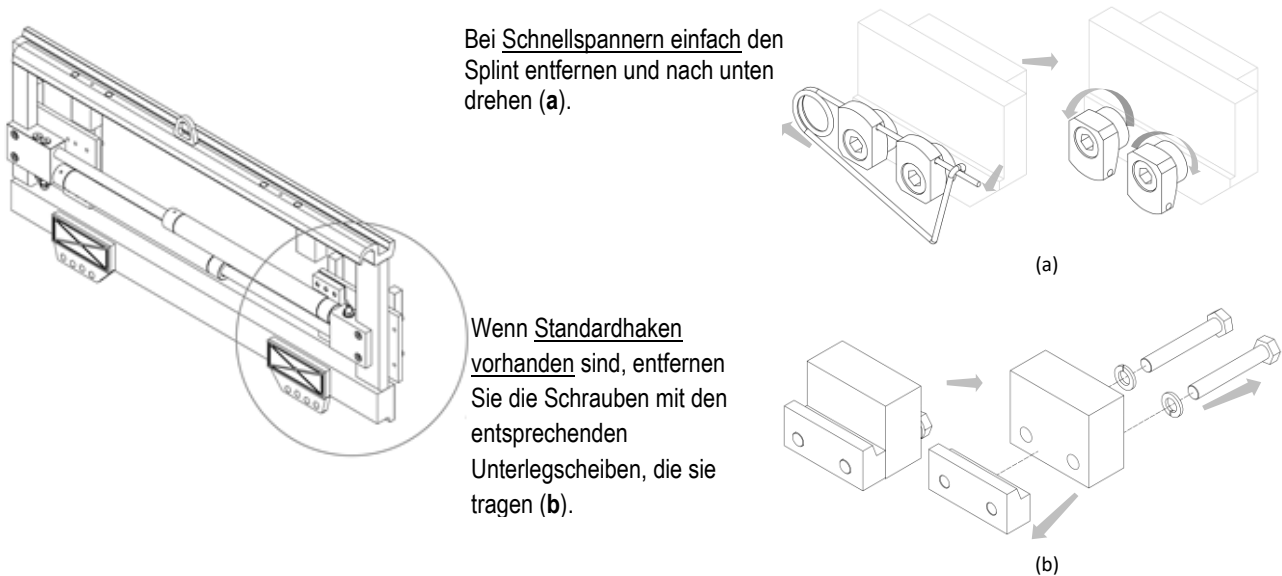

Abbildung 7
5. Entfernen Sie die unteren Haken vom Anbaugerät und fetten Sie die unteren Gleitstücke ein (siehe *Abbildung 7*).